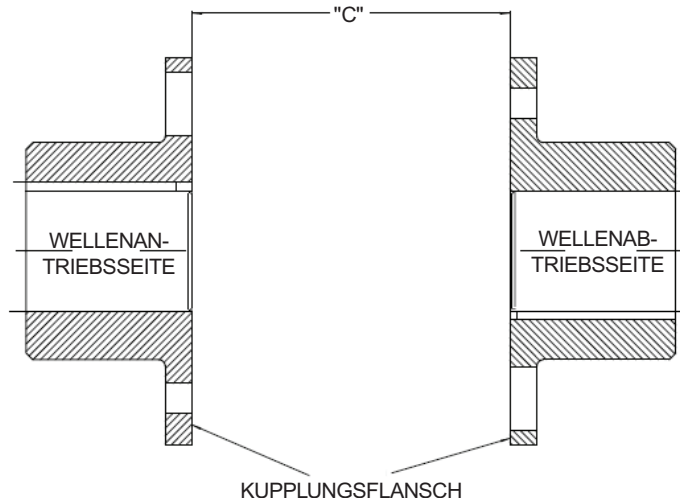

Abbildung 9 – Montage der Naben auf den Wellen
- 9.1. Stellen Sie sicher, dass die Naben so montiert wurden, dass sie dem in Abbildung 9 gezeigten und in Tabelle 1 definierten korrekten Maß "C" entsprechen. Maß "C" ist der Abstand zwischen den montierten Nabenflanschen.